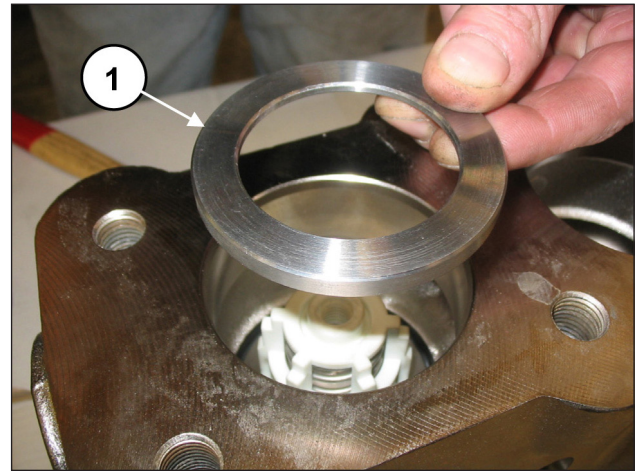
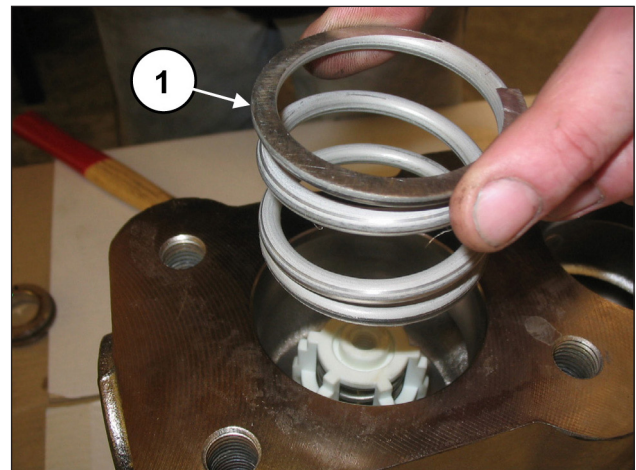

Abb. 123
Abb. 124
Setzen Sie den Ring des Ventilsitzes (Pos. ①, Abb. 123) und die Feder (Pos. ①, Abb. 124) ein.